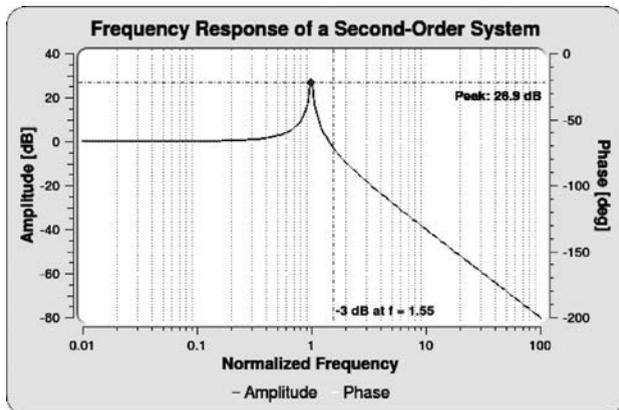

图 5.4 QWT 生成的图表
(1) QWT 全称是 Qt Widgets for Technical Applications。这是一个基于 LGPL 版权协议的开源项目,包含 GUI 组件和实用类。QWT 不但提供了刻度、滑块、刻度盘、指南针、温度计、旋钮等控件,还可生成各种专业图表。图 5.4 是使用 QWT 生成的对数坐标系下的图形。